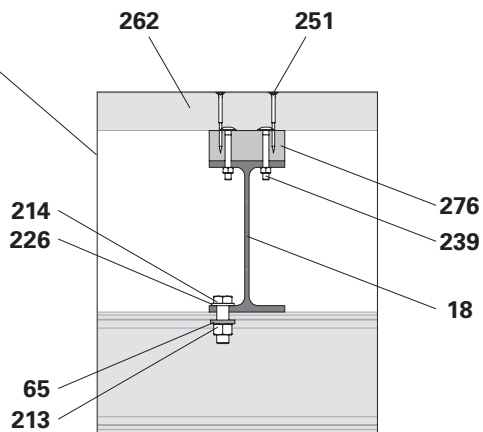

Fig. B2.07a
4. Posare l'impalcato (**262**) e avvitare con Spax 6 x 70-SK-TX30 (**251**). (Fig. B2.07a)